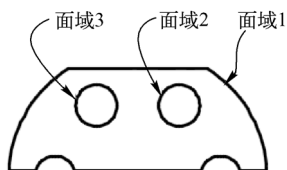

图 11-8 原始图形
1) 打开本书配套光盘中的“测量体积.dwg”图形文件, 该文件中的原始图形由 3 个面域组成, 如图 11-8 所示。